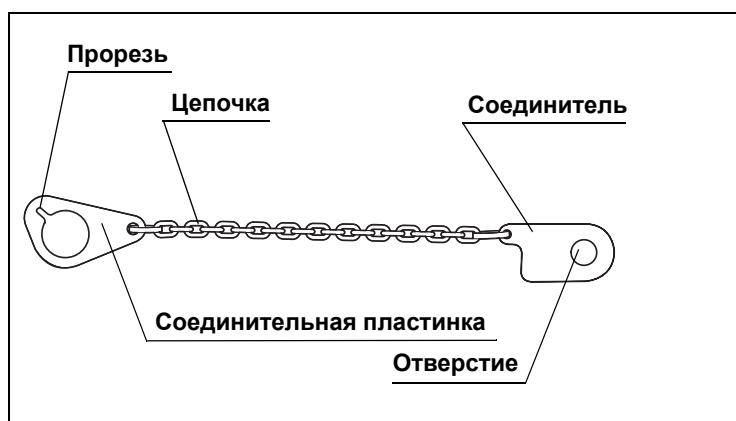

Рис. 2.1
1. Убедитесь в отсутствии трещин, дефектов, следов износа, деформации и других повреждений на цепочке для водозащитного колпачка (см. Рис. 2.1).